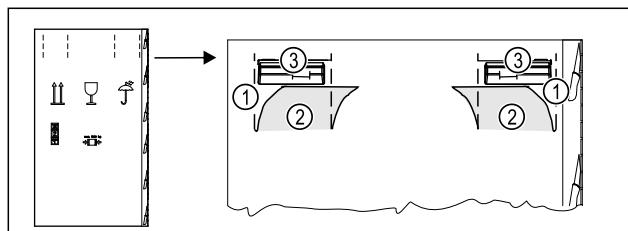

Fig. 4 *
- Verpackungskarton oben an der Perforierung Fig. 4 (1) eindrücken.*
- Eingedrückte Laschen Fig. 4 (2) herausziehen.*
- Tragegriff Fig. 4 (3) rechts und links ist sichtbar.*
- Gerät an den Tragegriffen Fig. 4 (3) halten.*
- Eingedrückte Laschen (2) herausziehen.